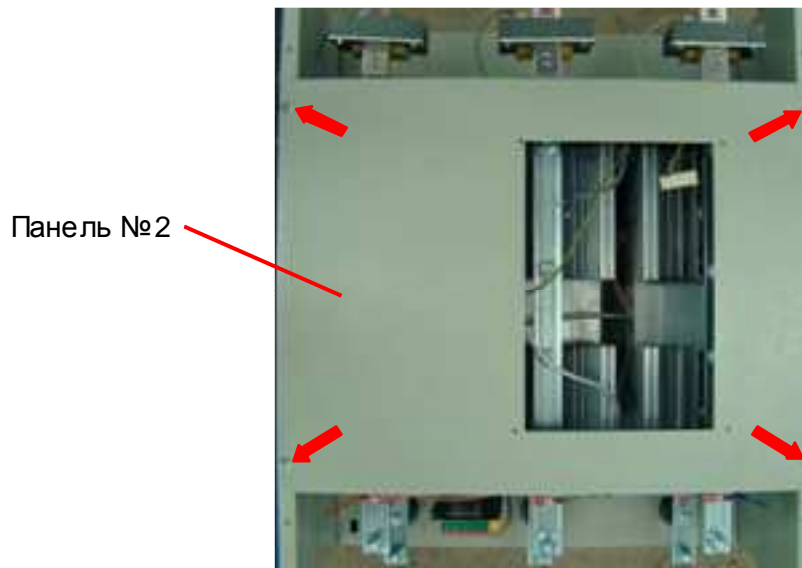

Рис. 7.8
7.1.5. Установить панель №2, вкрутить четыре винта (рис. 7.8, красные стрелки).